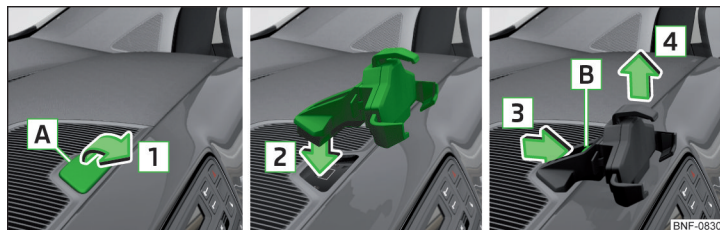

Fig. 76 Scoaterea măștii / fixarea adaptorului / scoaterea adaptorului
- Introduceți, de exemplu o monedă în fanta **A** și ridicați masca în sensul săgeții **1** » fig. 76.
- Apăsați tasta de deblocare **B** în sensul săgeții **3** și scoateți adaptorul în sensul săgeții **4** » fig. 76.